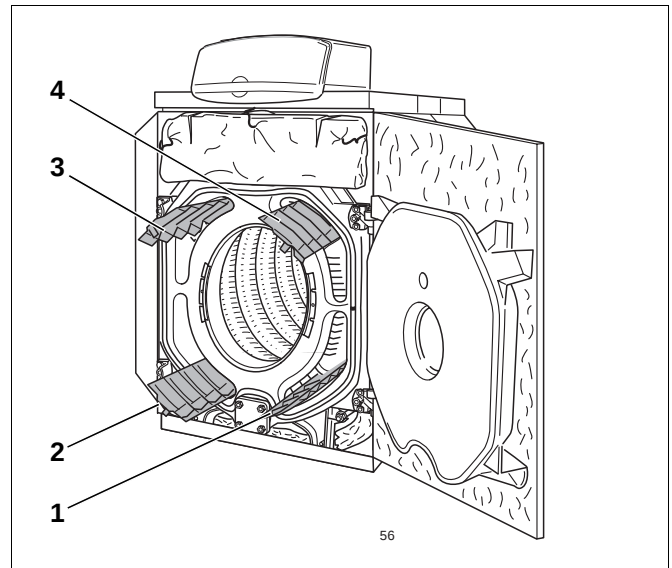

Abb. 76 Heizgaslenkplatten entnehmen
- Heizgaslenkplatten nach vorne aus den Heizgaszügen entnehmen (Abb. 76, **Pos. 1** bis **4**).